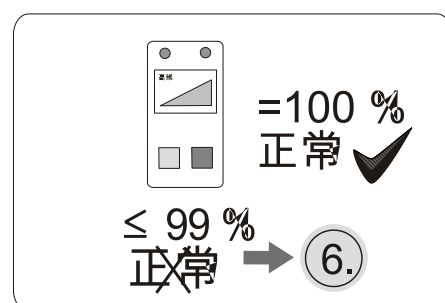

图 43
8.3 检查、评估并记录蓄电池的功能状态 (→ 参见图、 → 图 43、 → 参见图)：